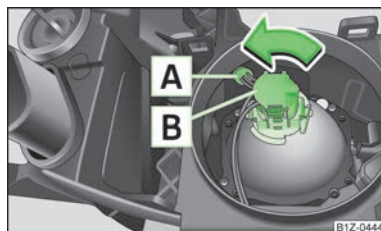

Fig. 162
- Pentru înlocuirea becului **luminii de întâlnire**, rotiți conectorul împreună cu becul **B** » fig. 162 până la refuz în **sens anti-orar** și scoateți-l afară.